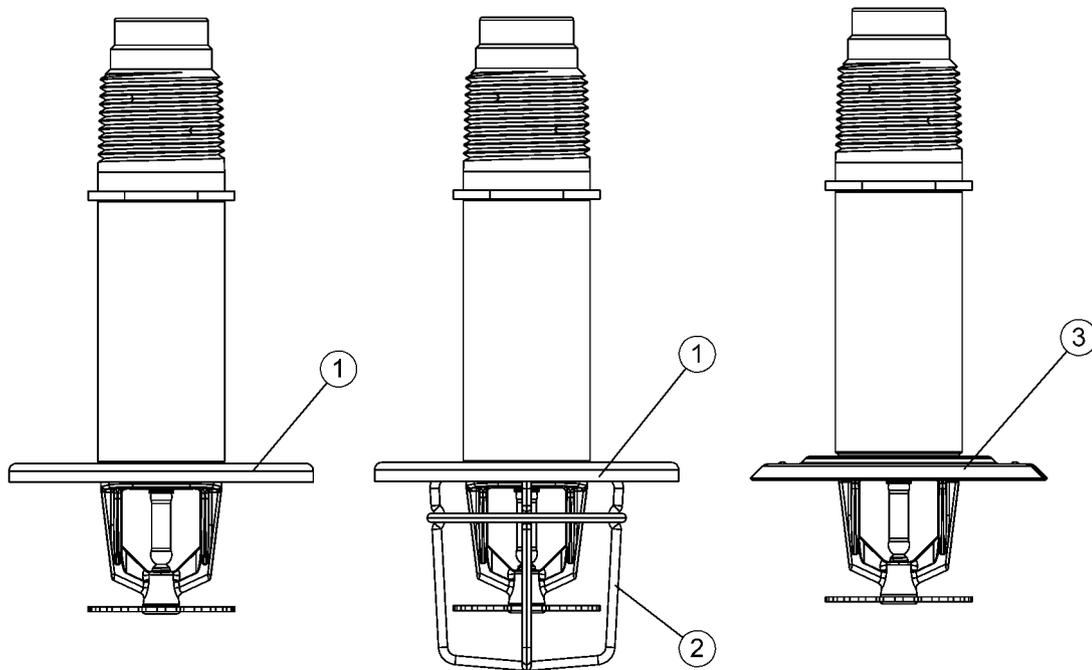

Abb. 10: Zubehör Trockensprinkler
- Abb. 10/1: Ab Werk vormontiertes Prallblech (ausschließlich über den Konfigurator bestellbar)
- Abb. 10/2: Zusätzlich zum Prallblech nachträglich montierter Schutzkorb (Art.-Nr. 917533)
- Abb. 10/3: Nachträglich montierbares Prallblech zweiteilig (Art.-Nr. 930724)